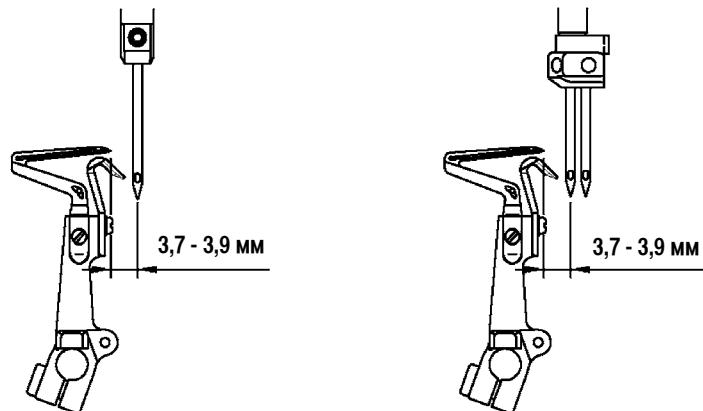

Рис. 40
(1) Когда нижний петлитель движется в крайнее левое положение, расстояние между концом петлителя и средней линией иглы должно составить приблизительно 3,7-3,9 мм. Для двойных игл – это расстояние между концом петлителя и средней линией левой иглы. (Рис. 40)